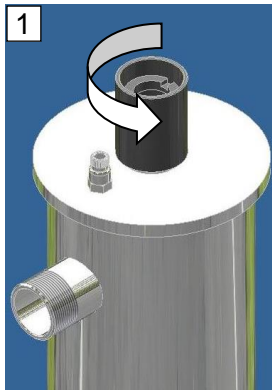

Abb. 12: Schraubkappe
- Die Schraubkappe (Abb. 12) von der Bestrahlungskammer abschrauben (⌚). Darauf achten, dass der O-Ring nicht verloren geht.